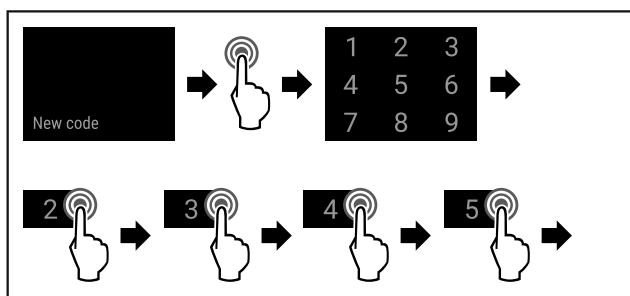

Fig. 95
- ▶ Eseguire i passi (vedere Fig. 95).